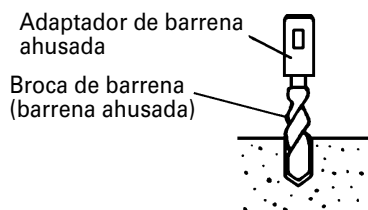

Fig. 9
- 1) Instale la broca con la barrena ahusada en el adaptador de barrena ahusada. (Fig. 9)